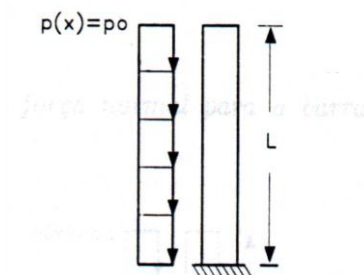

Figura 1
1) Determinar as equações e traçar os diagramas de força normal e de deslocamento axial para a barra mostrada abaixo (figura 1). Considere que a barra tem seção transversal com área  $A = 10^{-4} \text{ m}^2$ , que  $p_0 = 10 \text{ N/m}$ ,  $L = 2 \text{ m}$  e  $E = 100 \text{ GPa}$ .